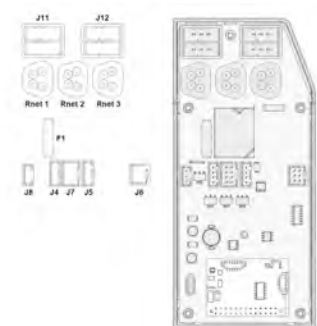

Abbildung 402. ICS-Mastermodul.
2. Verbinden Sie wieder die Stellvorrichtung mit den Steckern J11 oder J12 auf dem ICS-Hauptmodul. Siehe Abb. 402.